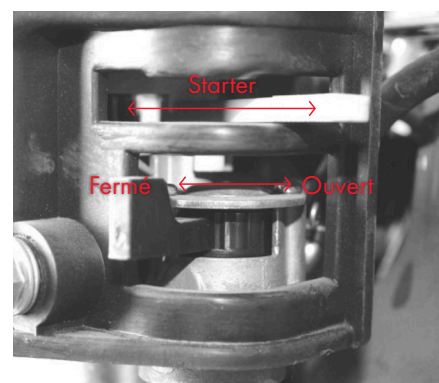

Figure 4
Tournez la vanne de carburant en position « ON », en suivant la direction de la flèche indiquée sur la Figure 4.
7.1.6 DÉMARRAGE DU MOTEUR (VOIR FIGURE 4)